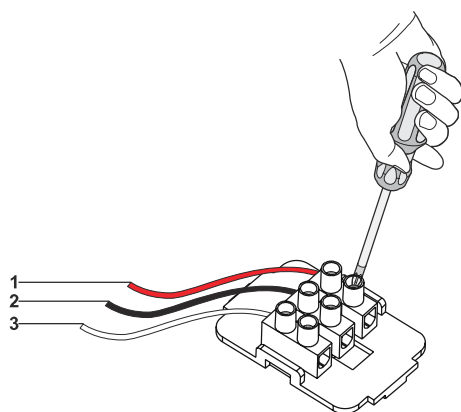

Fig. 41
- 1. ➤ **NC / COM:**Når disse 2 forbindelser bruges og emhætten slukkes vil emhætten give det forbundene apparat konstant signal. (Fig. 41).
- 2. ➤ **NO / COM:**Når disse 2 forbindelser bruges og emhætten tændes vil emhætten give det forbundene apparat konstant signal. (Fig. 41).